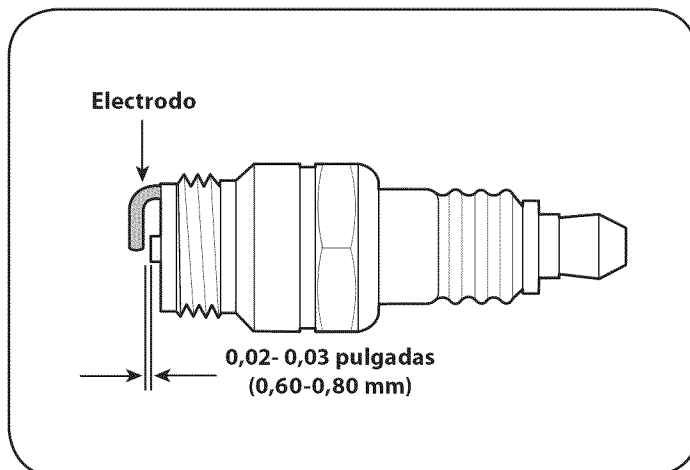

Figura 21
3. Mida la separación de bujía con un calibrador. Corrija de ser necesario torciendo el electrodo lateral. Vea la Figura 21. La separación debe establecerse entre 0,02 y 0,03 pulgadas (0,60-0,80 mm).